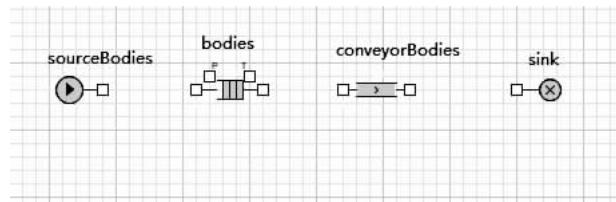

图 3-10 在图纸中添加 Sink 对象
(11) 添加 Sink 对象，Sink 对象用于丢弃实体，通常用于流图的末端连接流图的各个对象的端口，建立实体的行进路径，如图 3-10 所示。